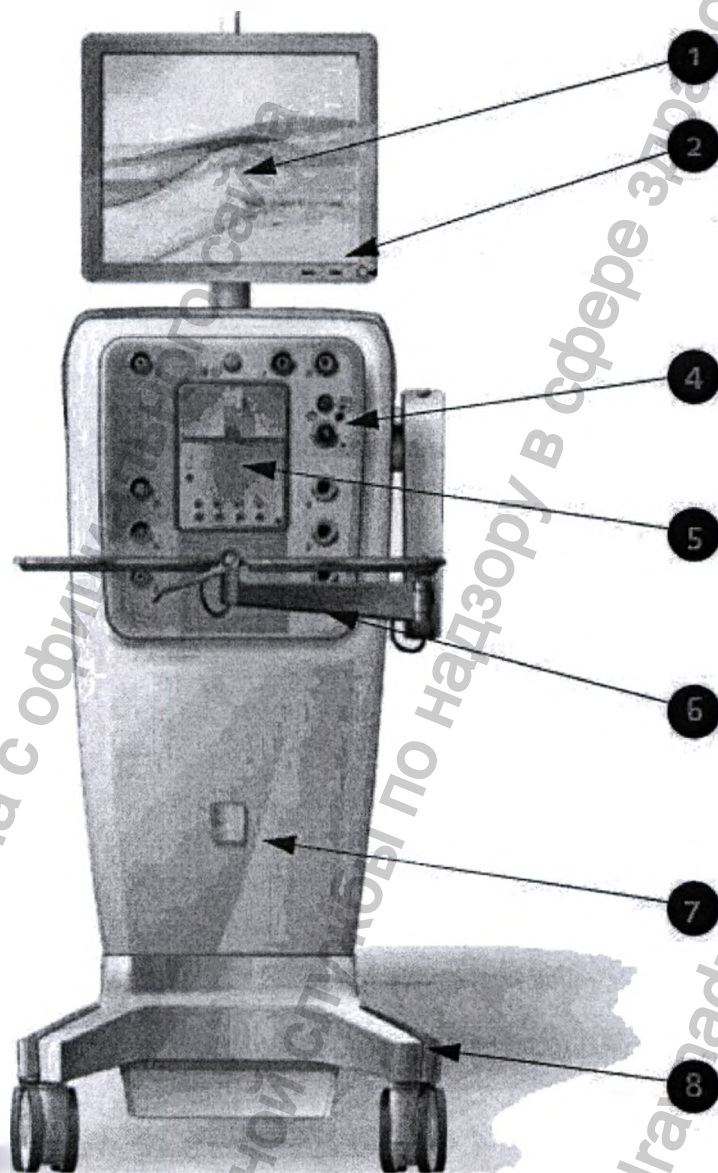

Рис.3: Система офтальмологическая хирургическая Enhancing Visual Acuity (EVA) (с принадлежностями) (передняя сторона)
На рис. 3 представлена Система EVA (с принадлежностями). Ниже указаны основные компоненты.
2. Кнопка включения питания (см. рис.3)